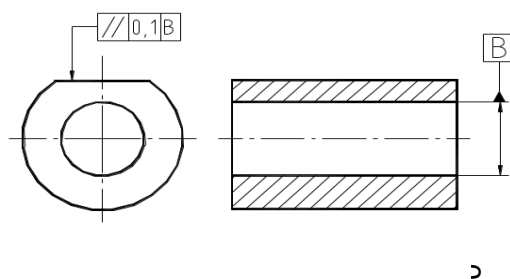

Fig. 11
Litera de referință se înscrie într-o căsuță care se leagă de suprafața (baza) de referință printr-o linie de indicație terminată cu un triunghi înnegrit sau nu (dar același în toate reprezentările din desenul respectiv) (fig. 11).
- pe linia ajutătoare, în prelungirea liniei de cotă, dacă baza de referință este axa sau planul de simetrie al piesei (fig.11);